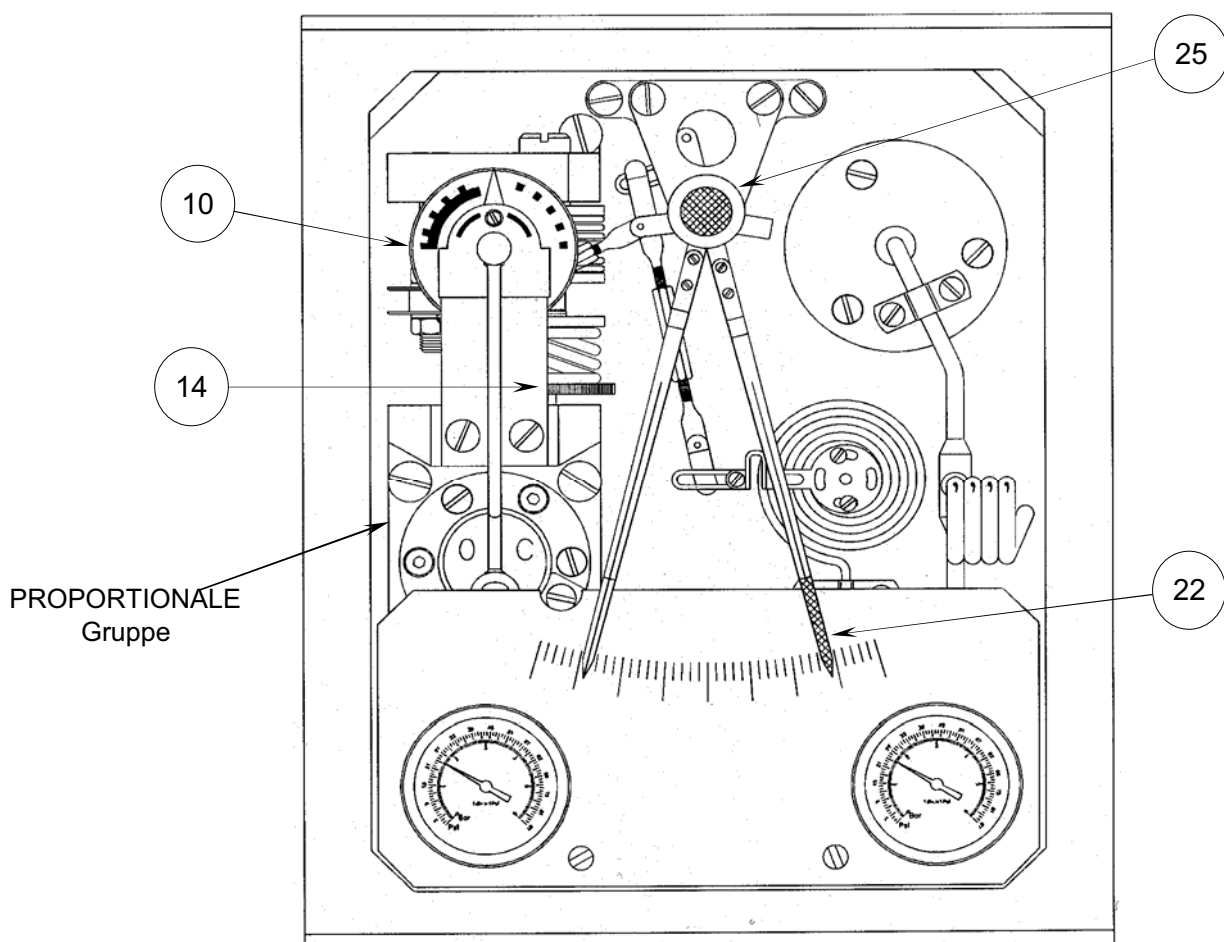

Fig. 3.2.1 "PROPORTIONAL- REGLER SERIE 80" (Temperatur)
3.2. PROPORTIONALREGLER (P) (Fig. 3.2.1)